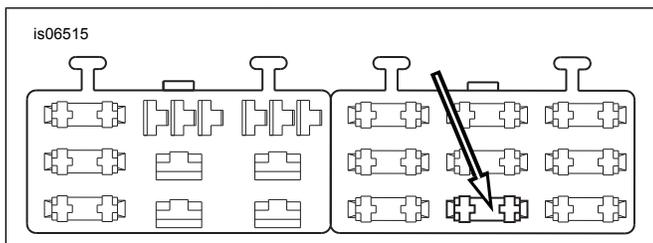

Figura 9. Cavità "OPEN" del pannello fusibili (modelli Dyna 2004 e successivi)
4. Vedere Figura 9. Individuare la cavità del fusibile (1) indicata con "OPEN" sul coperchio del pannello fusibili di destra. Un filo dovrebbe alimentare un lato di questo circuito, ma non ci dovrebbe essere nessun filo o fusibile corrispondente. Inserire il terminale nel filo arancione/bianco dell'adattatore finché non si arresti. Esaminare l'attiguo terminale installato in fabbrica e controllare orientamento e profondità di inserimento.